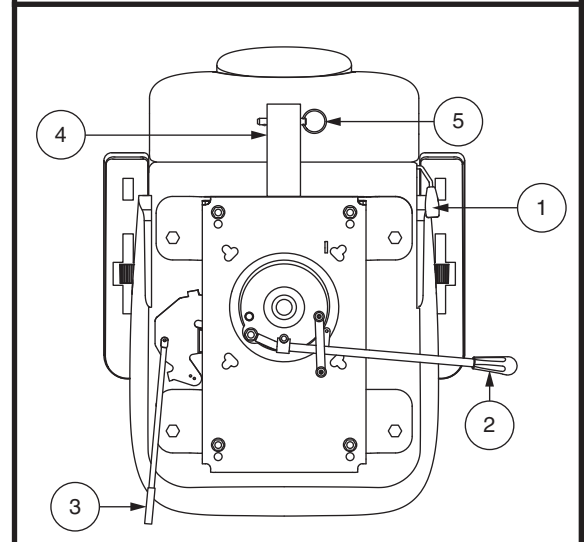

Abb. 19. Sitzeinstellungen
Um die verstellbare Rückenlehne einzustellen, befolgen Sie diese Schritte. **Siehe Abb. 19.**
1. Zum Entriegeln des Sitzes den Sitzverschluss je nach Sitztyp entweder nach oben ziehen oder nach vorne schieben. **Siehe Abb. 19.**
1. Drehen Sie den Hebel zur Verstellung der Sitzposition nach aussen. **Siehe Abb. 19.**
Der Armlehnenwinkel Ihres Fahrzeug kann nach oben oder nach unten verstellt werdendurch das Drehen der armlehnenwinkels Einstellung. **Siehe Abb. 19.** Drehen Sie das Einstell für die Armlehne nach links, um den Armlehnenwinkel zu verringern, oder nach rechts, um den Armlehnenwinkel zu erhöhen.
Die Zubehörhalterung am Heck ermöglicht es Ihnen, persönliche Zubehörkomponenten wie Korb, Gehhilfe oder Sauerstofftank hinter dem Fahrzeug anzubringen. Verwenden Sie den Sicherheitsstift, um das Zubehörteil sicher an der Halterung zu befestigen. **Siehe Abb. 19.** Für weitere Informationen wenden Sie sich an Ihren Fachhändler.